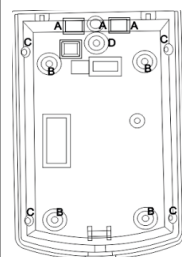

Рис.3
3. Вскройте необходимые отверстия для монтажа (см. рисунок 3).